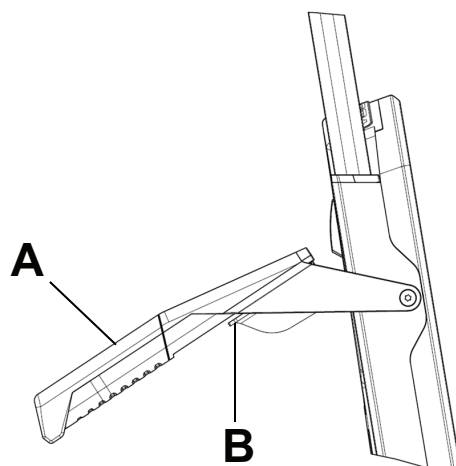

Figura 34 – Coborârea mânerelor de transport rabatabile de la capătul pentru cap
1. Ridicați mânerul de transport rabatabil de la capătul pentru cap (A) (Figura 34).
2. Trageți declanșatorul roșu al mânerului (B) spre dumneavoastră, cu degetul (Figura 34).